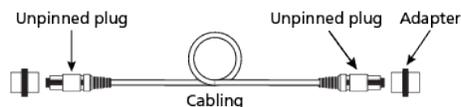

Abbildung 1. Stecker ohne Führungsstift an beiden Enden (Permanent Link)
- Stecker ohne Führungsstift an beiden Enden der Kabel (siehe Abbildung 1),